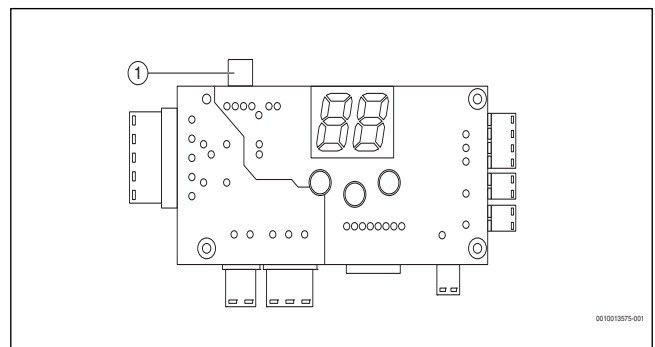
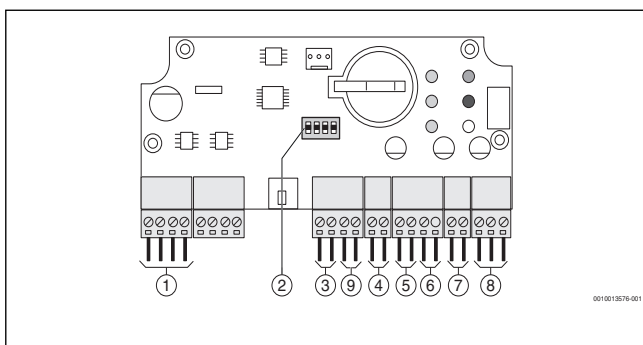

Рис. 3 Контакт D блока управления котла
Рис. 4 Контакты модуля EKR
- ▶ Подсоедините систему управления котла (контакт D → рис. 3) кабелем передачи данных к отмеченным клеммам модуля EKR (контакты J1 → рис. 4, [1]). Кабель передачи данных входит в комплект поставки.